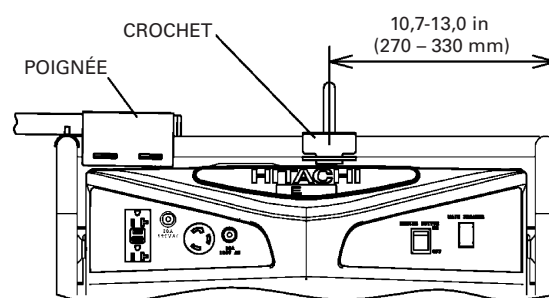

Fig.5
1. Placer le CROCHET au point d'équilibre de la génératrice comme indiqué sur la Fig. 5.